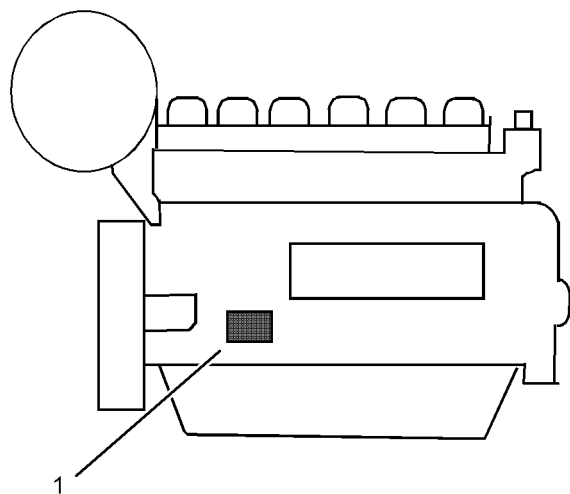

Abbildung 17
Das Seriennummernschild(1) befindet sich an Reihenmotoren auf der rechten Seite des Zylinderblocks. Siehe Abbildung 17.